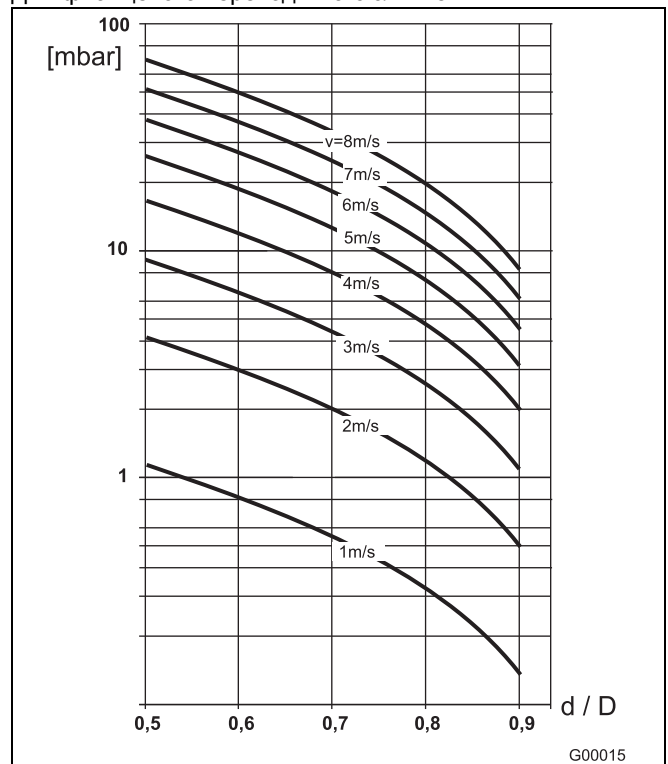

Рис. 37
2. По номограмме расхода (Рис. 37) определить скорость потока.
3. На по оси Y Рис. 37 определить потерю давления.